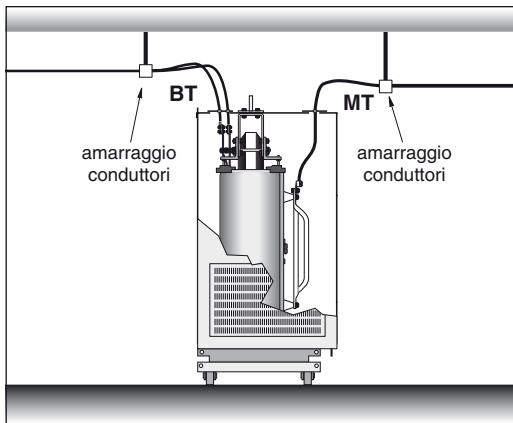

Figura 7 - collegamenti MT e BT provenienti dall'alto.
- collegamenti MT e BT dall'alto (figura 7).